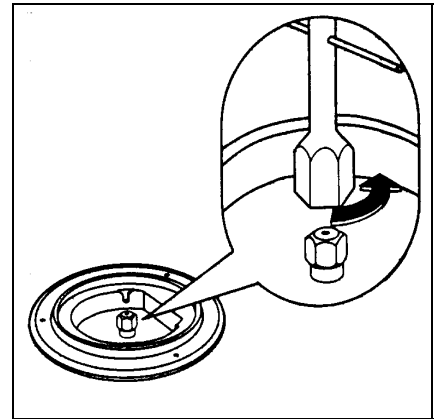

fig. 14
2. Se deșurubează ajutorajele (fig. 14) cu ajutorul unei chei tubulare de 7 mm și se înlocuiesc cu cele corespunzătoare gazului utilizat și tipului de arzător (conform tabelului de ajutoraje).